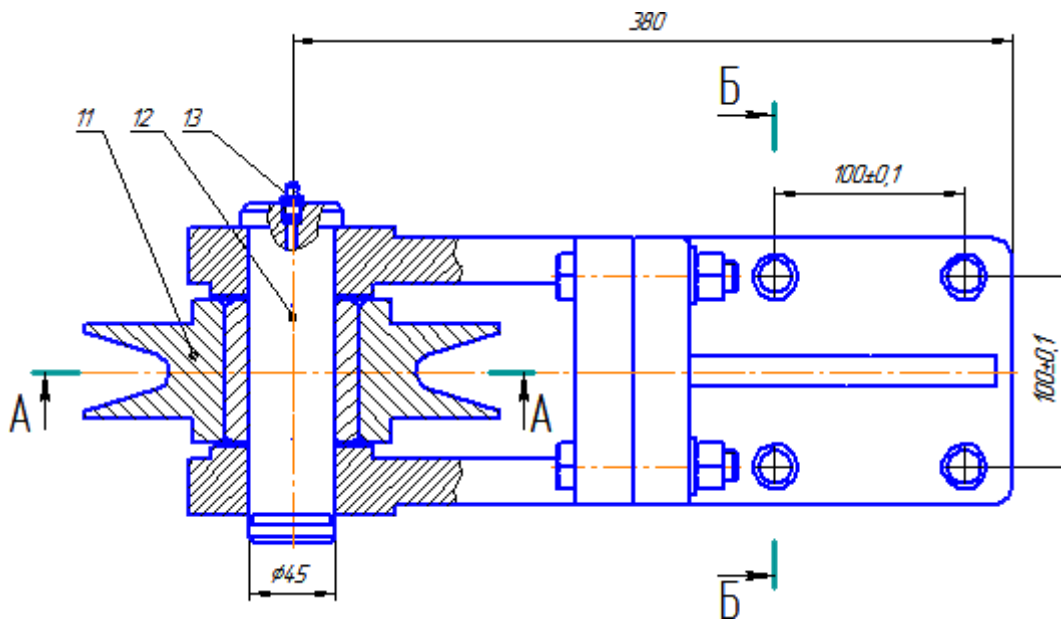

Рисунок 41
- Проставьте позиционные обозначения на виде сверху. Выровняйте позиции по горизонтали (рис. 41)